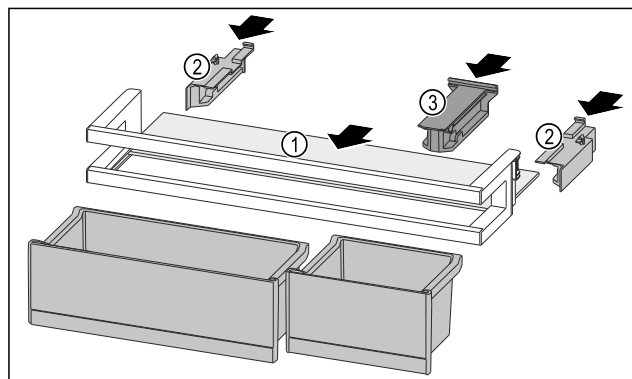

Fig. 124
- 将搁板 Fig. 124 (1) 推入侧面凹槽。
- ▶ 插入侧面部分 Fig. 124 (2)。
- ▶ 插入定位件 Fig. 124 (3)。